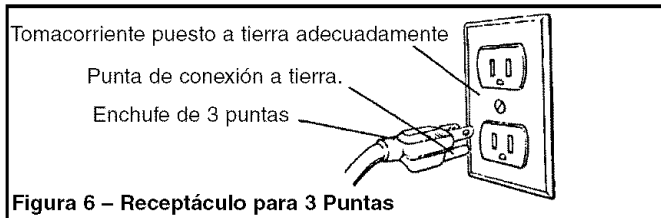

Figura 6 – Receptáculo para 3 Puntas
- A fin de protegerlo contra una descarga eléctrica, esta herramienta está equipada con un cable de tres conductores aprobado y clasificado para 150 V, así como con un enchufe de tres clavijas tipo conexión a tierra (Figura 6).
- El enchufe de conexión a tierra deberá conectarse directamente a un receptáculo para 3 clavijas debidamente instalado y conectado a tierra, tal como se muestra (Figura 6).